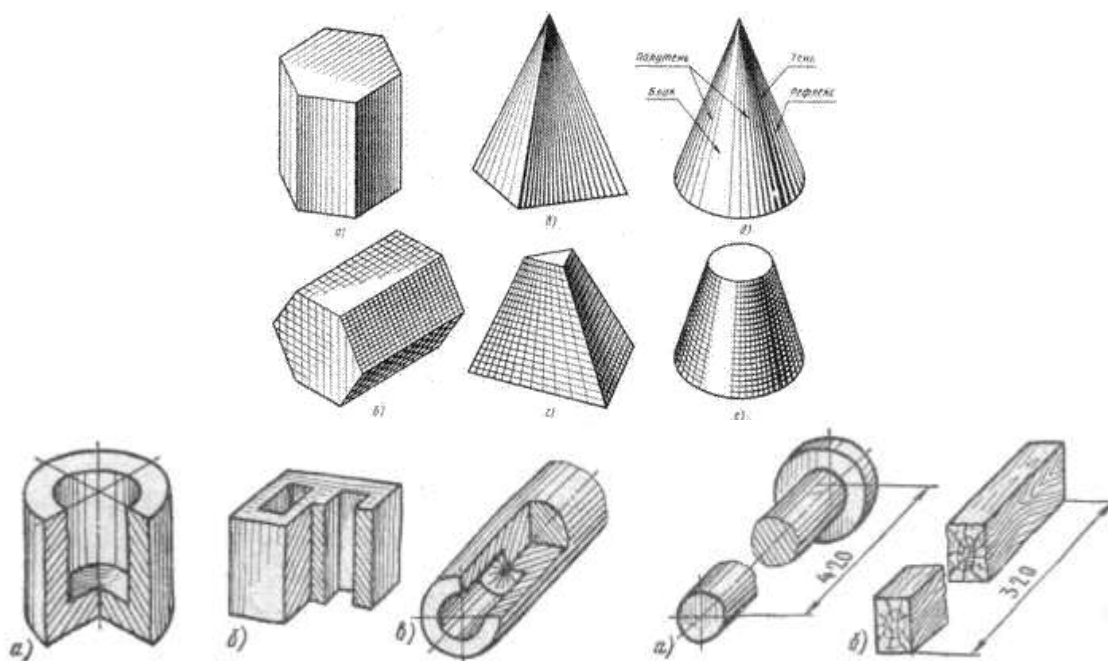

Рис.13 Типы наглядных изображений геометрических поверхностей и контуров технических деталей
**Технический рисунок** – это наглядное изображение предмета, выполненное в глазомерном масштабе по правилам построения аксонометрических проекций (рис.13). Технический рисунок плоских многоугольников и многогранников выполняется во фронтально-двумерной проекции, а тел вращения и окружностей в изометрии. Чтобы построить геометрическое тело, необходимо построить его основание, т.е. плоскую геометрическую фигуру.